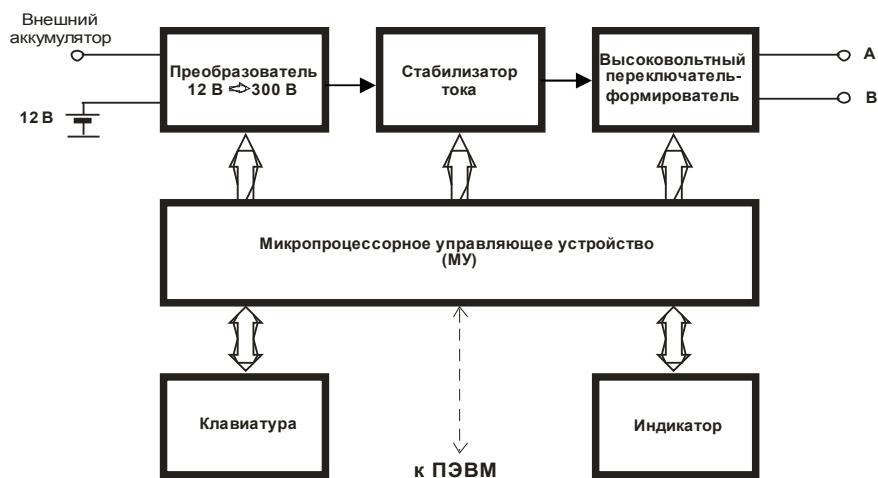

Рисунок 3 – Структурная схема генератора тока
4.2.1 Структурная схема генератора тока приведена на рисунке (Рисунок 3).